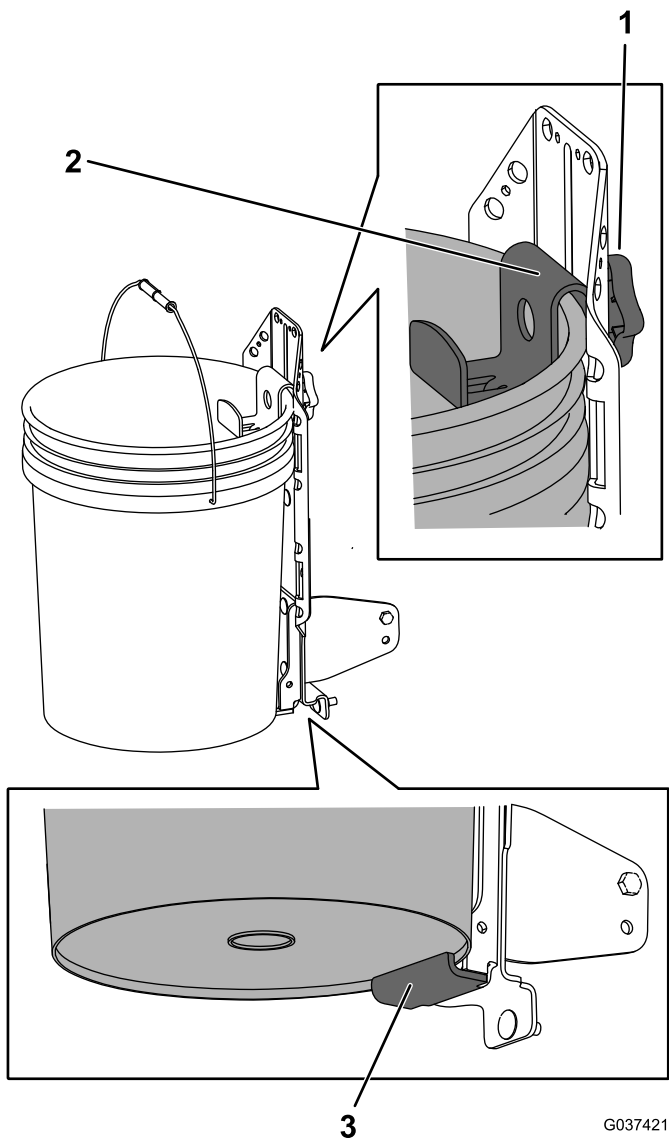

Figura 18
1. Allentate la manopola e sollevate la staffa superiore. Serrate la manopola per fissarla in posizione (Figura 18).
2. Se avete rimosso la staffa della cerniera, posizionate il bordo inferiore del cesto di raccolta sopra la sporgenza inferiore della staffa di supporto saldata (Figura 18).
3. Allentate la manopola e abbassate la staffa superiore quanto possibile sopra il bordo del cesto di raccolta. Serrate la manopola (Figura 18).